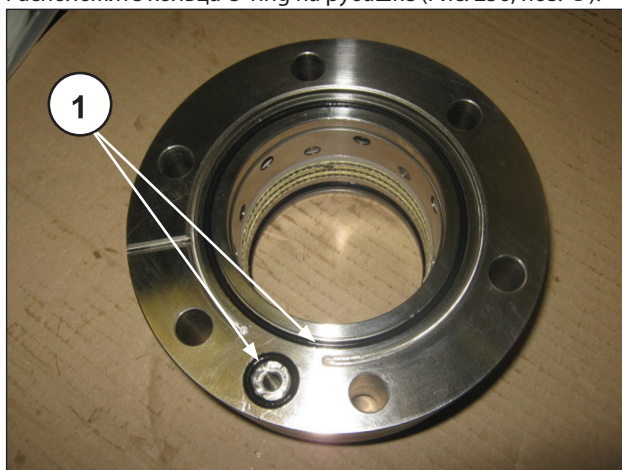

Рис. 256
Расположите кольца O-ring на рубашке (Рис. 256, поз. ①):